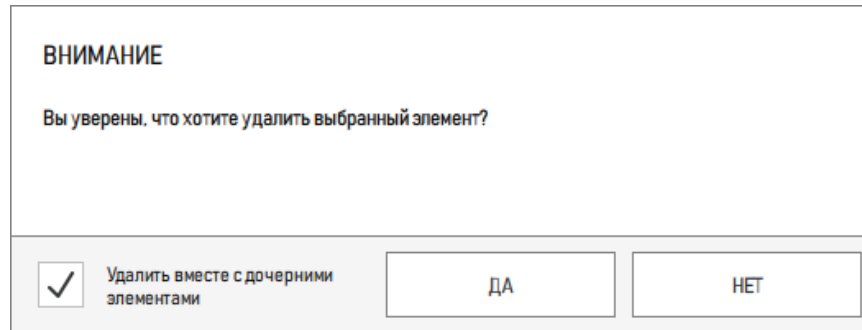

Рисунок 207 – Окно «ВНИМАНИЕ»
- 3) При удалении родительского объекта, возможно также удалить все дочерние элементы. Для этого в окне «ВНИМАНИЕ» поставить отметку в ячейке «Удалить вместе с дочерними элементами» (рисунок 207).